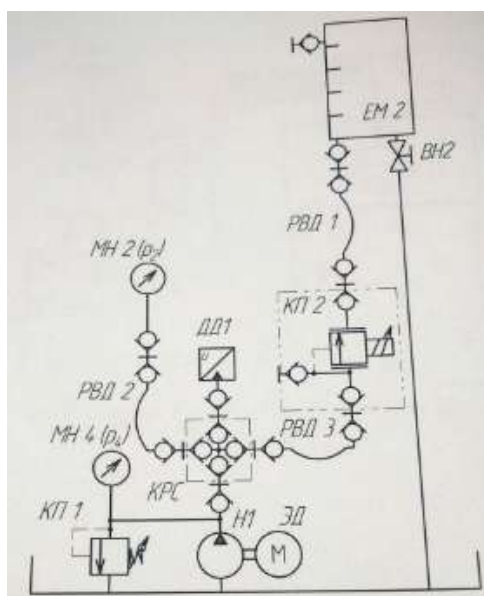

Рисунок 42 – схема гидравлическая
Собрать гидравлическую схему рис.42.
- 1 Начертить схемы рис.42,43 с буквенно-цифровыми обозначениями.